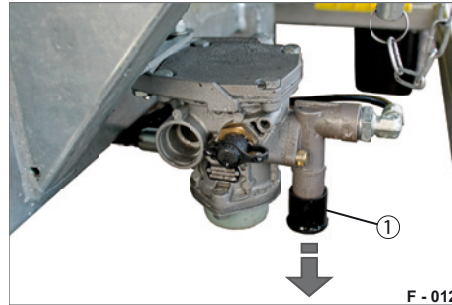

Abb. 15 Betriebsbremse in Fahrstellung
- ▶ Ziehen Sie das Löseventil (Abb. 15/1).